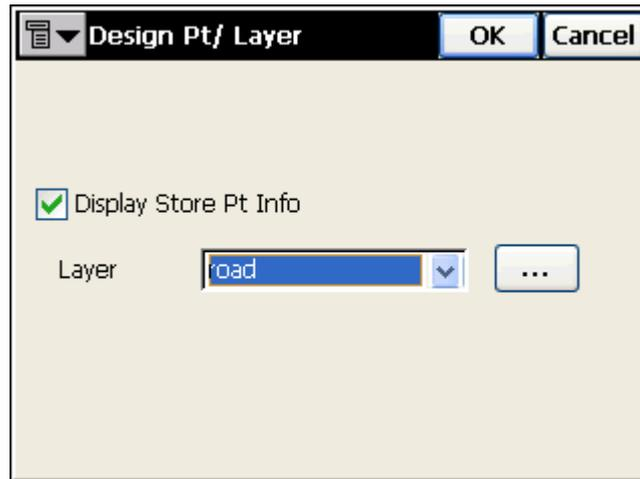
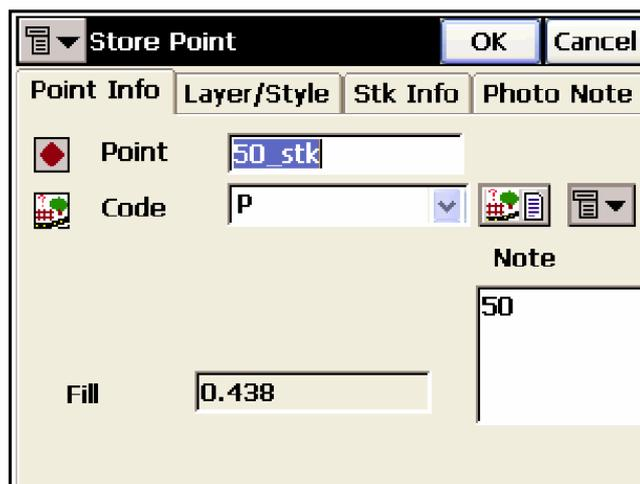

Рисунок 7-7. Выберите слой выносимой точки
Рисунок 7-8. Сохранить точку
11. Чтобы сохранить вынесенную точку как объект некоторого слоя, в меню в левом верхнем углу окна **Stakeout (Разбивка)** выберите опцию *Design Pt/Layer (Проектная Тчк/Слой)*. В окне **Design Pt/Layer (Проектная Тчк/Слой)** (рис. 7-7 на стр. 7-5) выберите необходимый слой из выпадающего списка или создайте новый слой, нажав кнопку .
По умолчанию для отображения информации о точке до ее сохранения выбрано поле *Display Pt Info* (*Показать инфо точки*). В окне **Store Point** (**Сохранить точку**) содержится имя точки, ее положение, код, фотокомментарий, имя слоя, параметры ее изображения на карте и информация для выноса в натуру (рис. 7-8).
8. Чтобы добавить вынесенную точку к необходимому слою, в меню в левом верхнем углу окна **Stakeout (Разбивка)** выберите пункт *Design Pt/Layer (Слой выносимой тчк)* (рис. 7-7 на стр. 7-5 и рис. 7-8 на стр. 7-5).
- Чтобы добавить вынесенную точку к необходимому слою, в меню в левом верхнем углу окна **Stakeout** (Разбивка) выберите пункт **Design Pt/Layer** (Слой выносимой тчк) (рис. 7-7 на стр. 7-5 и рис. 7-8 на стр. 7-5).
10. Чтобы добавить вынесенную точку к необходимому слою, в меню в левом верхнем углу окна **Stakeout** (**Разбивка**) выберите пункт *Design Pt/Layer* (*Слой выносимой тчк*) (рис. 7-7 на стр. 7-5 и рис. 7-8 на стр. 7-5).
11. Чтобы добавить вынесенную точку к необходимому слою, в меню в левом верхнем углу окна **Stakeout (Разбивка)** выберите пункт *Design Pt/Layer* (*Слой выносимой тчк*) (рис. 7-7 на стр. 7-5 и рис. 7-8 на стр. 7-5).